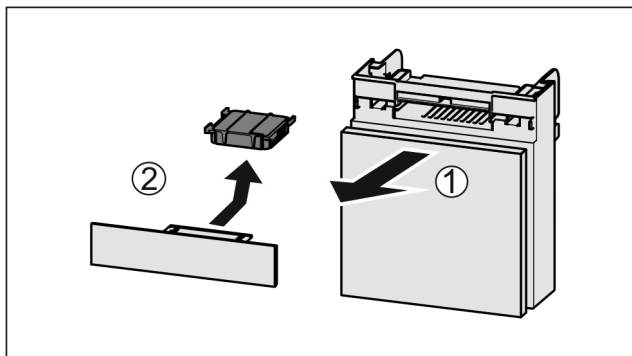

Fig. 179
- Tërhiqni kutinë nga përpara Fig. 179 (1).
- Hiqni filtrin me karbon aktiv Fig. 179 (2).